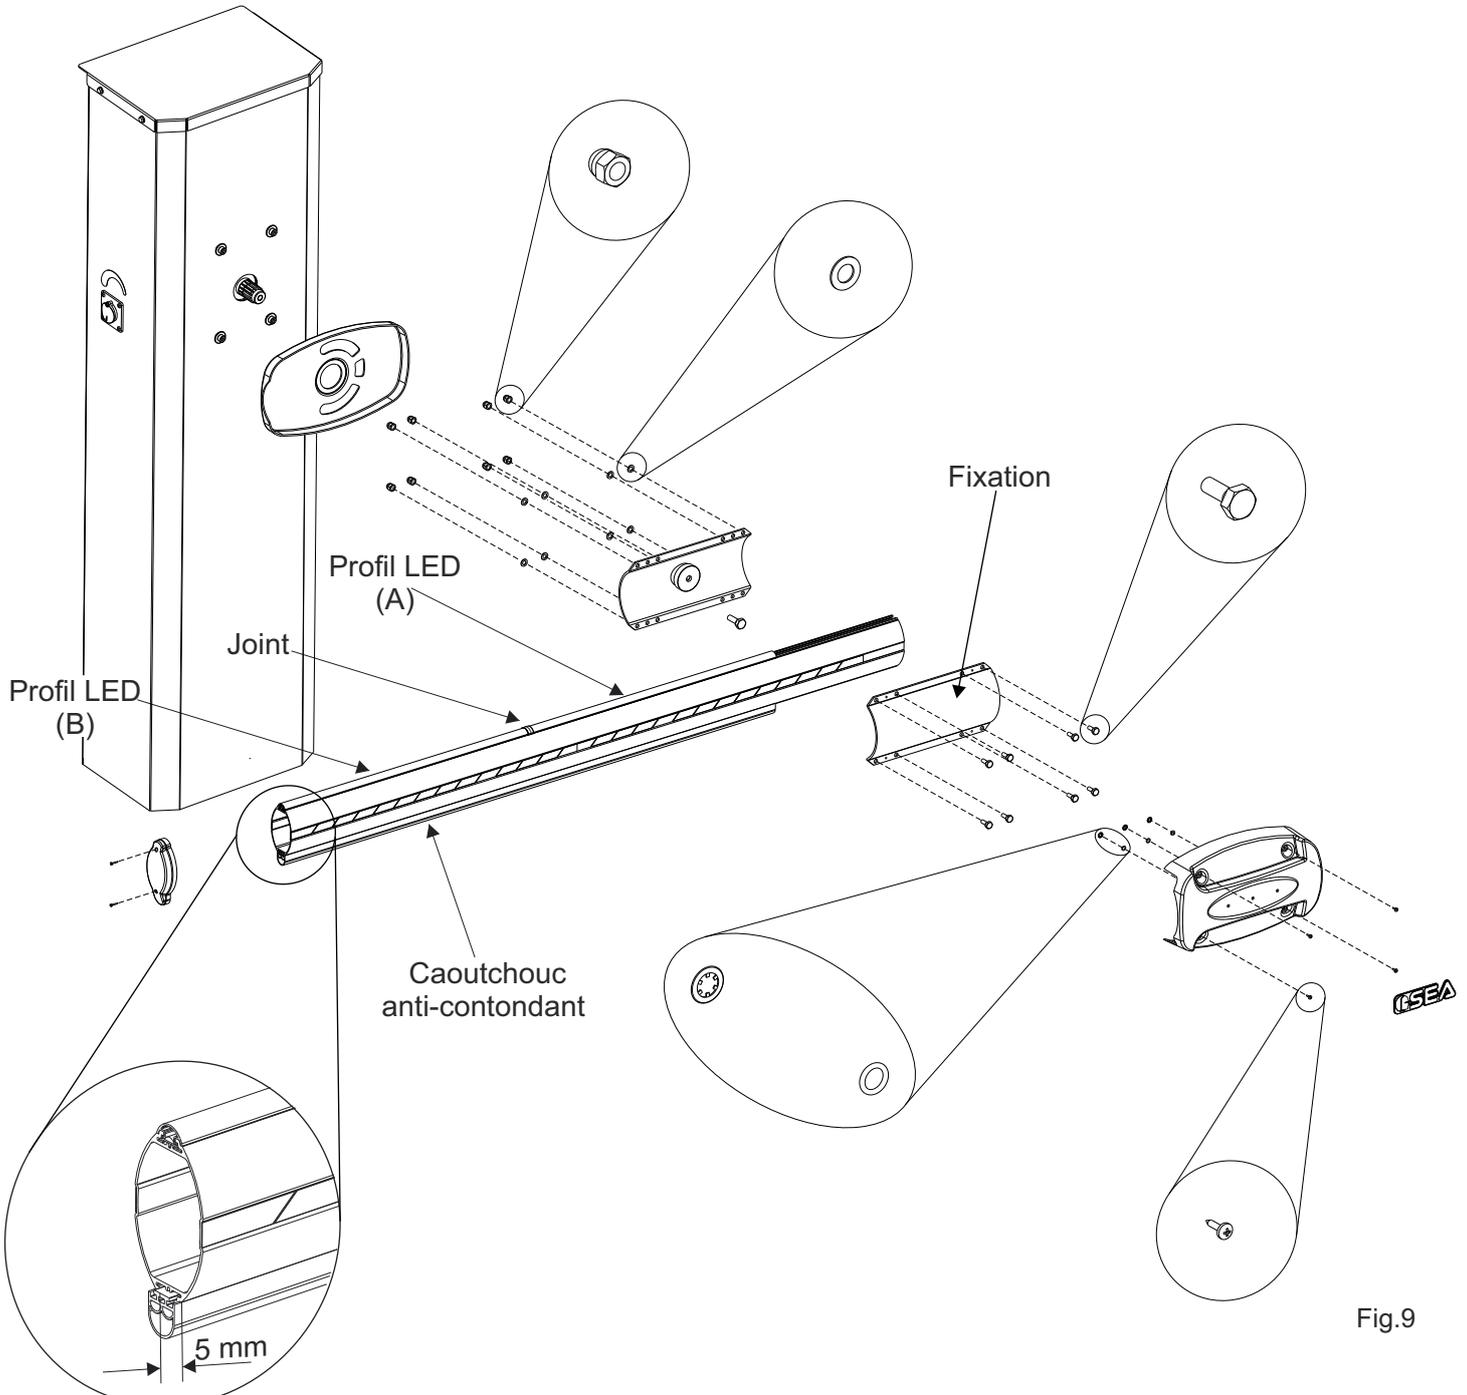

Fig.9
Montez le premier segment (A) du profil LED en le positionnant en butée sur la fixation, montez le joint, ajustez le second segment (B) du profil LED et répétez l'opération pour tous les segments du profil LED jusqu'à couvrir la longueur de la lisse. Le dernier profil LED doit être coupé avec une scie à métaux à l'extrémité de la lisse (Fig.9-a). Intercalez chaque segment de profil LED avec un joint. Montez le caoutchouc anti-contondant le faisant échapper de 5 mm de la lisse (Fig.9-a).